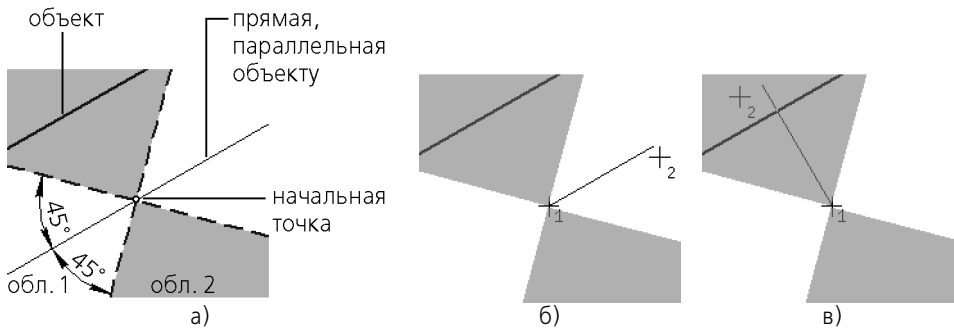

Рис. 32.1. Построение отрезка параллельно/перпендикулярно прямолинейному объекту
3. Перемещайте курсор по полю документа. На экране появится фантом отрезка. В зависимости от положения курсора относительно начальной точки фантом может быть параллельным или перпендикулярным объекту. Если курсор находится в области 1 (рис. 32.1, а), то фантом отрезка строится параллельно объекту (рис. 32.1, б), а если в области 2, то — перпендикулярно (рис. 32.1, в).
2. Перемещайте курсор по полю документа. На экране появится фантом отрезка. В зависимости от положения курсора относительно начальной точки фантом может быть параллельным или перпендикулярным объекту (см. рис. 32.1 на с. 166).